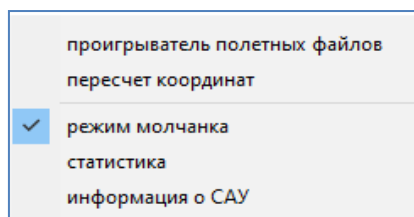

Рисунок 26 – Включение режима «Молчанка»
5.2.6 Пункт «Режим молчанка» предназначен для включения/отключения режима «Молчанка». Активное состояние режима маркируется с помощью символа «галка» (Рисунок 26).